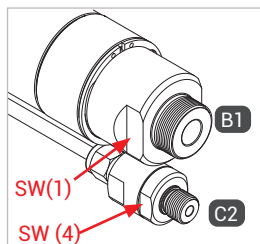
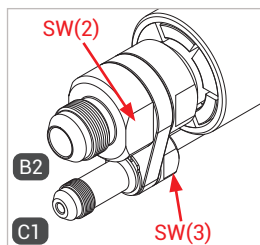

Figure 3
Figure 4
- ▶ Lors du montage du flexible de remplissage et de retour du gaz, de la conduite de fluide et de la conduite de retour du gaz aux raccords « B1 », « B2 », « C1 » et « C2 », exercer une contre-pression sur les méplats SW(1), SW(2), SW(3) et SW(4) (Figure 3 et Figure 4) avec une clé à fourche.
- ▶ Connecter hermétiquement l'entrée fluide « B1 » à la conduite de fluide de la station-service (Figure 3). Voir le tableau ci-dessous pour les couples de serrage.
- ▶ Connecter hermétiquement, le cas échéant, la conduite de retour du gaz « C2 » à la conduite de retour du gaz de la station-service (Figure 3). Voir le tableau ci-dessous pour les couples de serrage.
- ▶ Raccorder hermétiquement la sortie fluide « B2 » au raccordement du flexible de remplissage (Figure 4). Voir le tableau ci-dessous pour les couples de serrage.
- ▶ Raccorder hermétiquement, le cas échéant, la conduite de retour du gaz « C2 » au raccordement du flexible de retour du gaz (Figure 4). Voir le tableau ci-dessous pour les couples de serrage.